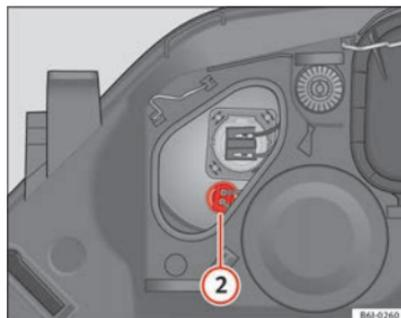

Fig. 162 Luz de posición
- Extraiga el conector ⇒ fig. 162 ② tirando hacia afuera.